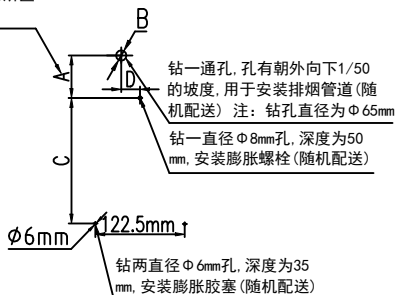

图6
- 按图的尺寸在墙上打孔, 并在上部固定M6膨胀螺钉。(图6)